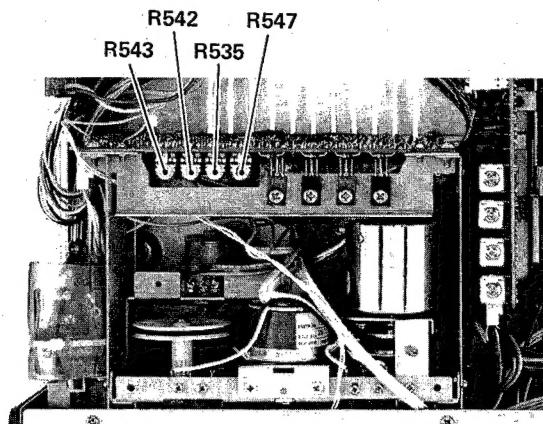

Fig. 4-3
2. If the take-up torque is out of the limits, adjust the trim pot R547 (refer to fig. 4-3).
2. もしテイクアップ・トルクが規定値から外れている場合は、半固定抵抗 R547(図4-3参照)を調整する。